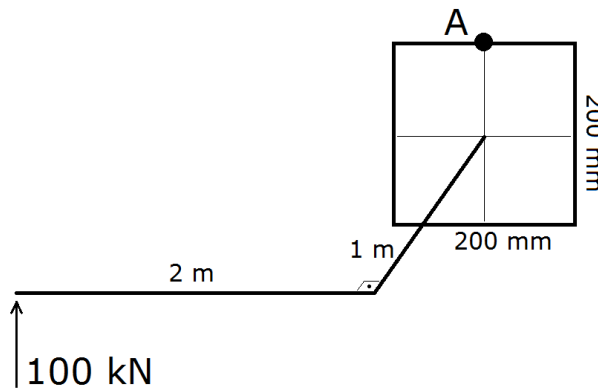

Figura 6
8. Verifique, pelo critério de Tresca, se o ponto A indicado na Figura 6 não ultrapassa 150 MPa .